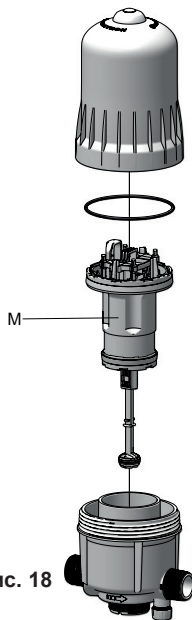

Рис. 18
- Отвинтите колпак и выньте двигатель (**Рис. 18**)